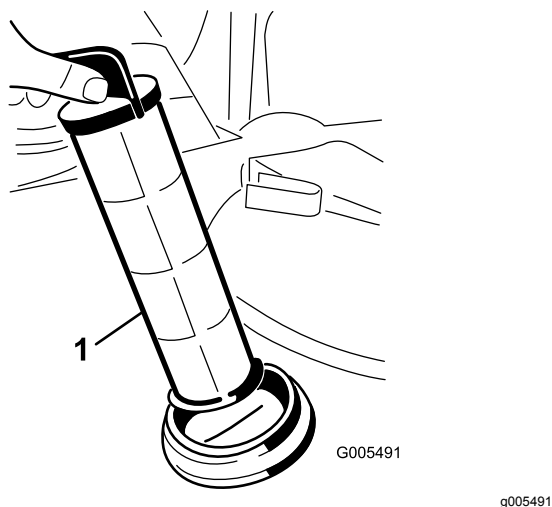

Figure 68
4. Sortez la crépine d'aspiration de l'orifice (Figure 68).